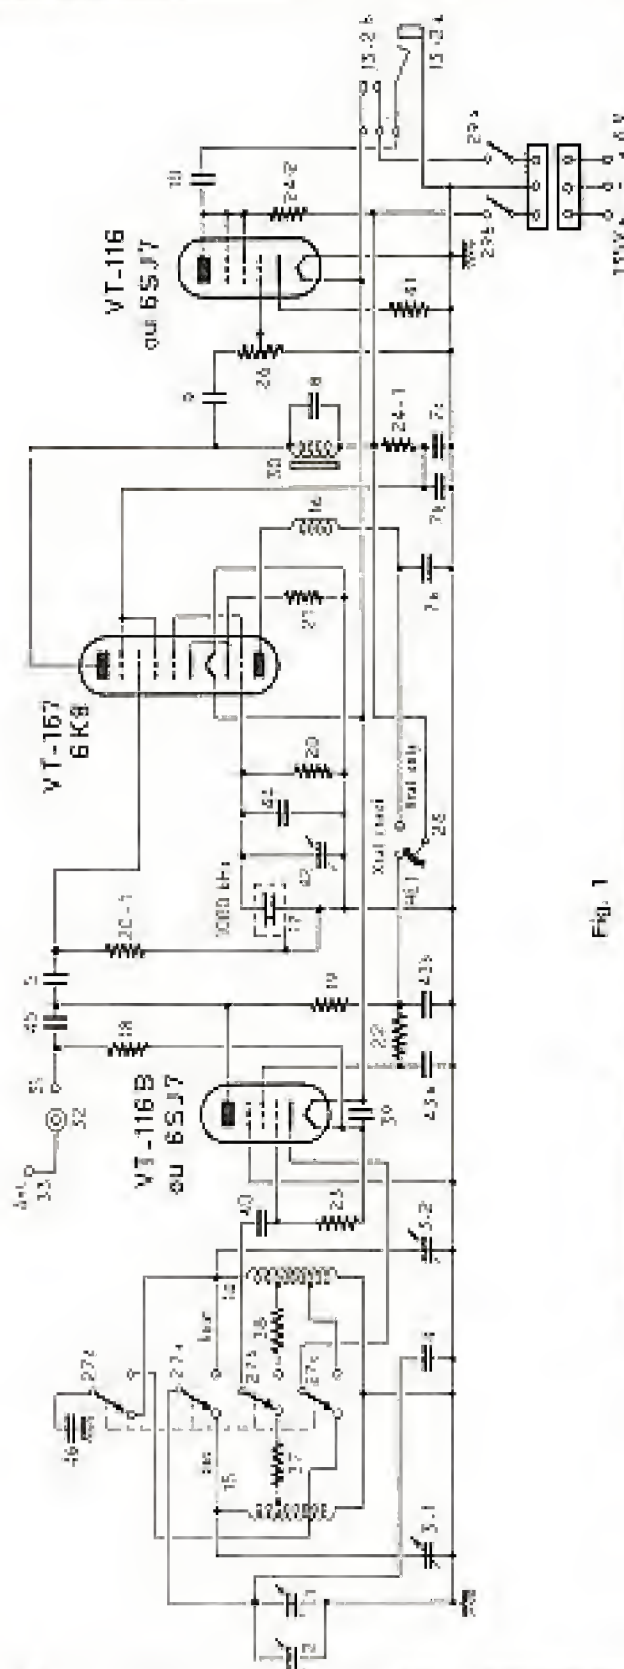

Fig. 1
Enfin, le dernier tube 6 S J 7 (amplificateur BF) est remplacé par un autre FET, toujours du type 2N3819, et monté exactement comme nous l'avons indiqué pour la figure 1. Sur l'appareil proprement dit, il faut shunter la résistance (24-2) de 15 k $\Omega$  par une autre résistance de 4,7 k $\Omega$ ; enfin, la résistance (41) de cathode de 300  $\Omega$  est remplacée par une résistance de l'ordre de 1 k $\Omega$  à 1,5 k $\Omega$ .